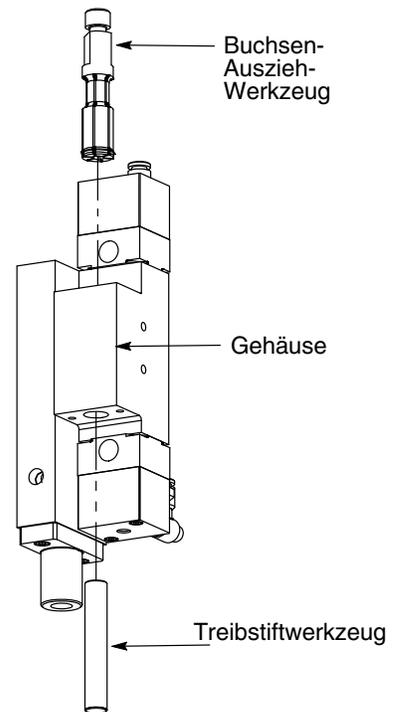

Abb. 12 Buchsenauszieher und Treibstift, Explosionszeichnung
2. Siehe Abb. 12 zur korrekten Anwendung der Ausziehwerkzeuge.